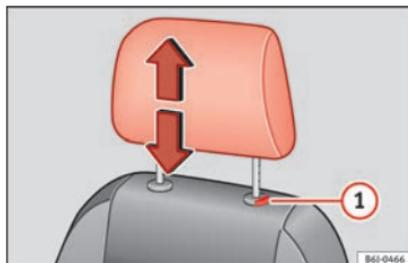

Abb. 143 Kopfstütze vorne: Einstellung und Ausbau.
- Sicherungstaste **1** drücken  **Abb. 143** und Kopfstütze herausziehen.